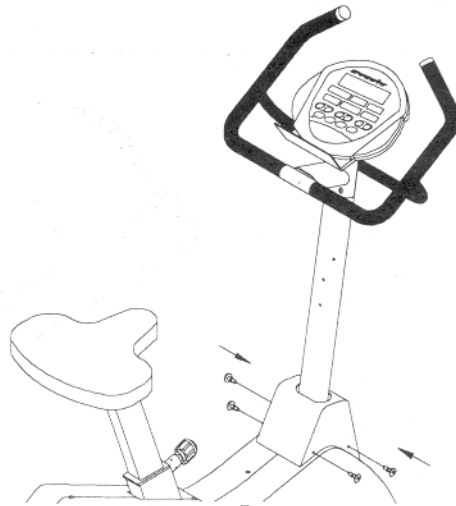

Fig.4
6. Schuif de plastic beschermkap nu op zijn plaats en maak deze vast met vier schroeven. (zie fig. 4)